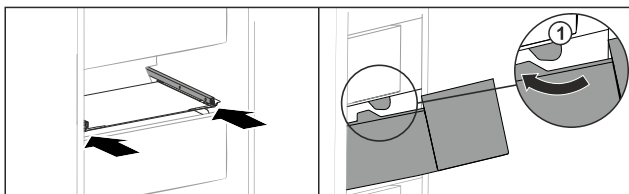

Fig. 146
- ▶ Prevedzte zásuvku okolo zarážok Fig. 146 (1).